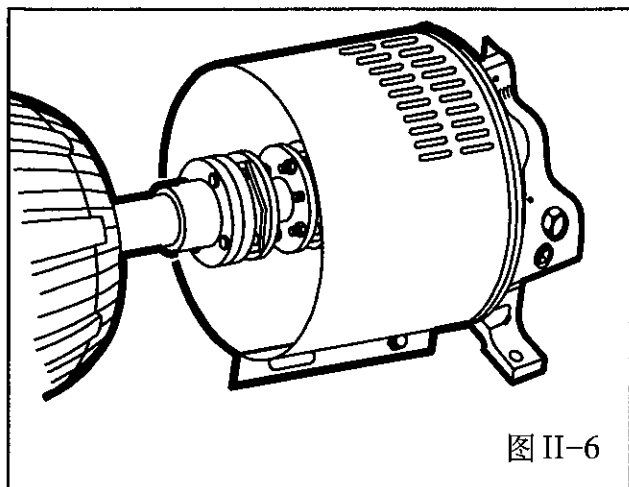
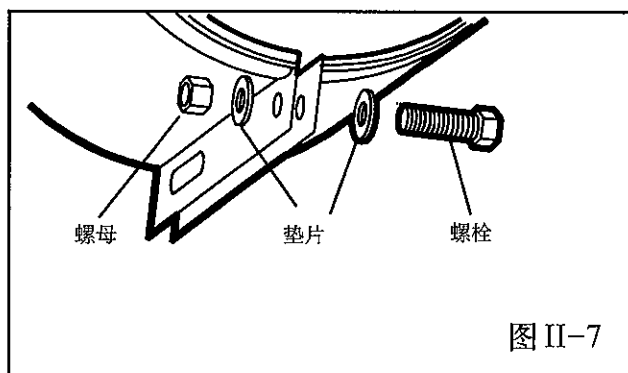

图 II-6
图 II-7
3. 当联轴器护罩(泵端)安装到端板上后, 用一个螺栓、螺母和两个垫圈穿过联轴器端部的孔中将其固定, 如图II-6所示, 拧紧螺母(图II-7)。